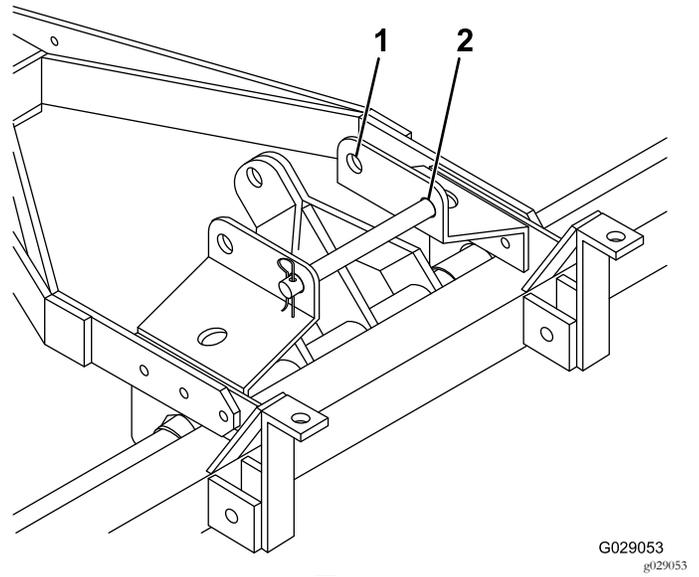

图10
1. 将锁销移到后面打孔的位置图10。
6. 当运输型号 44856 时应将锁销放在前孔中图10。